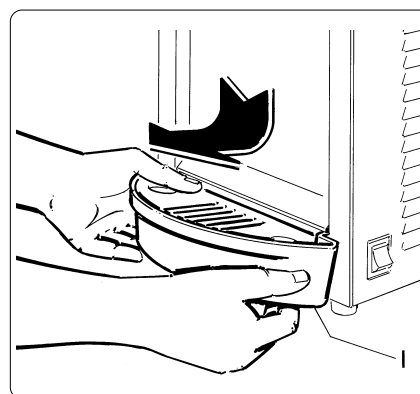

Fig. 9
- Pour extraire la gouttière, soulever légèrement la partie frontale et la faire glisser vers l'extérieur (fig. 9).